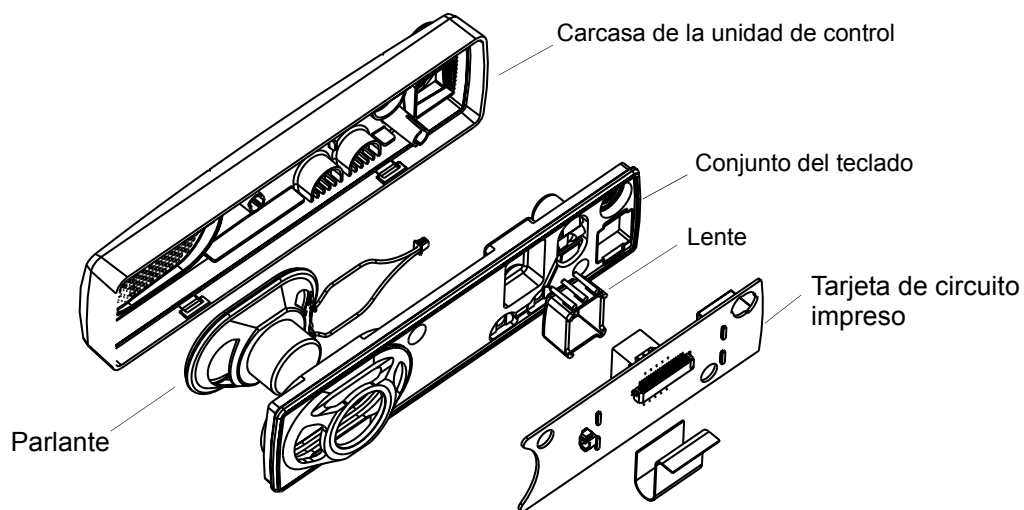

Figura 2-11 Desmontaje de la carcasa de la unidad de control del EM200
1. Desconecte el cable plano del conector del circuito impreso de la unidad de control. Ver Figura 2-11.